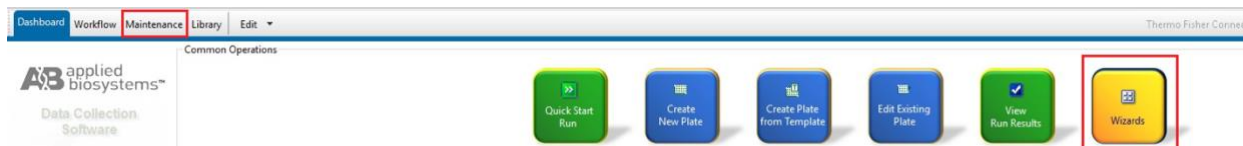

Рисунок 11
1. Открыть программу **Data Collection Software**. Кликнуть по клавише «**Maintenance**» в верхней строке или «**Wizard**» (рисунок 11).